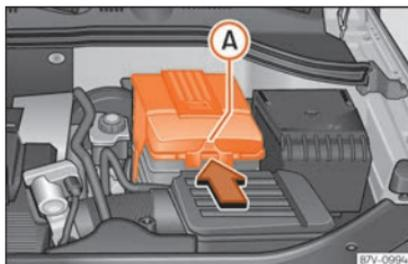

Fig. 298 Dans le compartiment moteur : retirez le couvercle de la batterie du véhicule.
- En présence d'un couvercle : appuyez sur la languette » fig. 298 A dans le sens indiqué par la flèche et retirez le cache vers le haut.